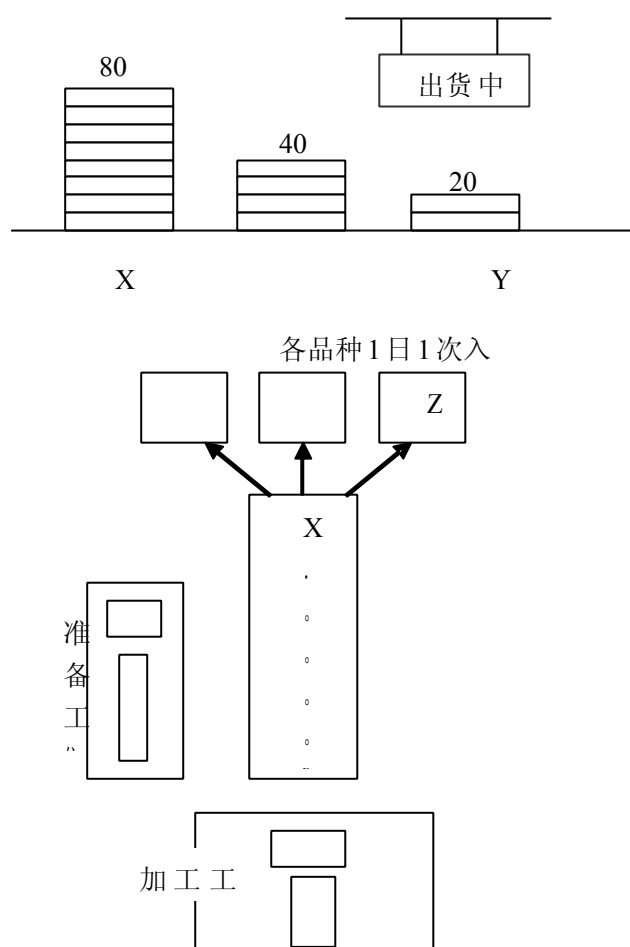

图 11-4 “日”为单位出货
**案例专栏：**以下是出货与组装生产线的均衡化生产案例。此生产线生产 X、Y、Z 3 个品种，以前每天的生产安排是 X（全部 80 个）→Y（全部 40 个）→Z（全部 20 个）的顺序排程，以“日”为单位每天出货一次（图 11-4）。实施均衡化生产，将“日”为单位改为“小时”为单位的 1 天 8 次生产与出货后，库存减少至 1/8，各准备工位与加工的“滞流”现象得以改善，在制品流动顺畅起来（图 11-5、表 11-4）。